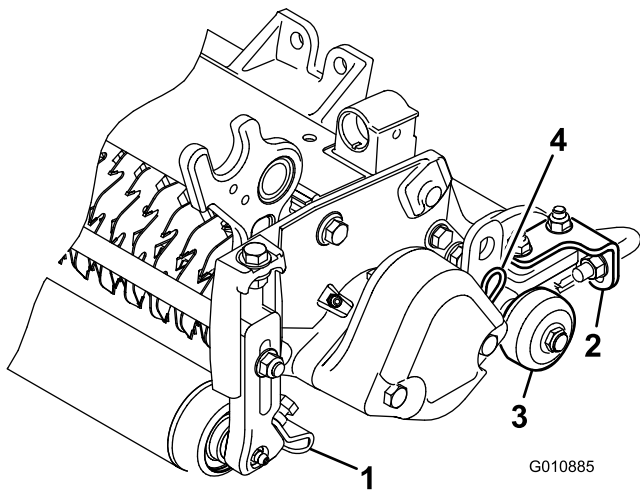

Figura 6
- Afije las tuercas que sujetan los rascadores de rodillo (Figura 6).
Antes de bajar los molinetes de verticorte al suelo del taller o de desmontarlos de la unidad de tracción, baje los rodillos de transporte (Figura 6) para proteger las cuchillas del contacto con una superficie dura.